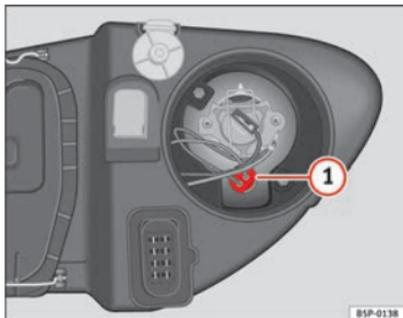

Abb. 185 Standlicht
- Den Lampenträger ⇒ Abb. 185 (1) herausnehmen.